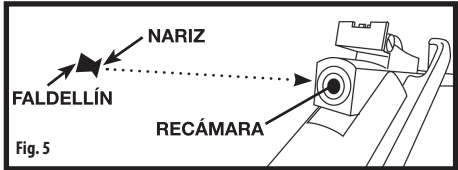

Fig. 5
1. Con el rifle de aire en posición amartillada o abierta, coloque un diábolo en la recámara, con la nariz hacia delante (vea la Fig. 5).